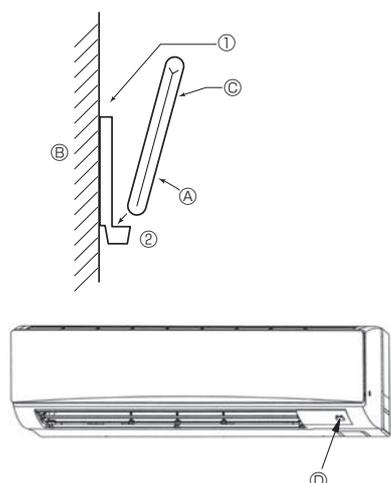
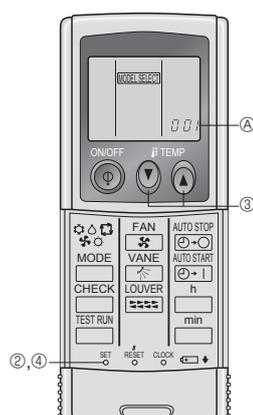

Fig. 6-2
Fig. 6-3
2) Fremgangsmåde til installering (Fig. 6-2)
① Fastgør fjernbetjeningsholderen på det ønskede sted ved brug af to selvskærende skruer.
② Placer den nedre ende af fjernbetjeningen i holderen.
3) Indstilling (Fig. 6-3)
① Indsæt batterier.
② Tryk på SET-knappen med en spids genstand.